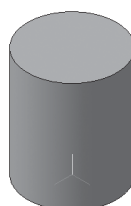

Рисунок 2.4 - Циліндр
– система автоматично уточнила форму циліндра (рис. 2.4).